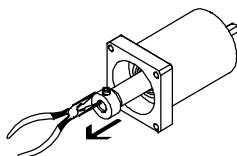

Рис. 6
1. Вытяните поводок клещами из муфты свободного хода (Рис. 6). Альтернатива: можно вставить в поводок выходной вал DSM и подцепить его валом.